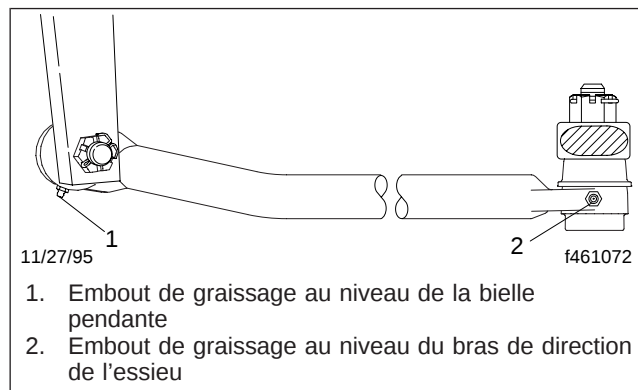

Fig. 3, Barre de direction
1. À l'aide d'un chiffon propre, essuyez toute la saleté qui se trouve sur les embouts de graissage de la barre de direction; voir la **figure 3**.